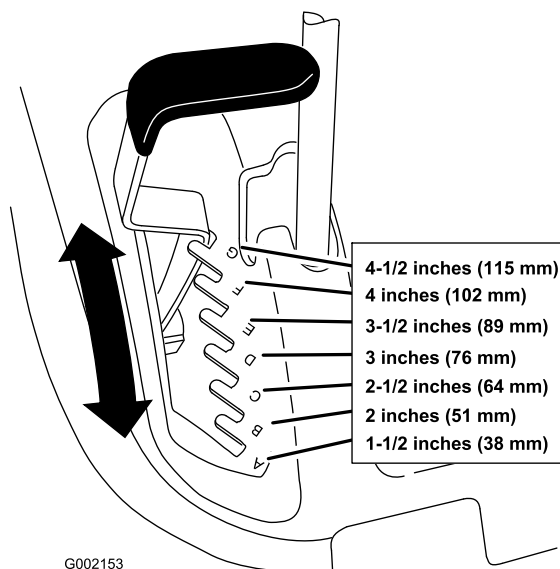

Bild 15
1. Heben Sie den Schnitthöhenhebel in die Transportstellung (gleichfalls die 114-mm-Höheneinstellung) (Bild 15).
2. Ziehen Sie den Schnitthöhenhebel nach oben in die gewünschte Position (Bild 15).